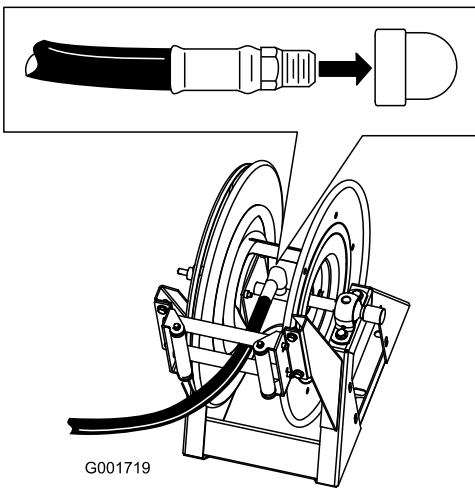

図 19
- 1. ホース (長) のフィッティングのネジ部にテフロンテープを巻き、フィッティングをリールの接続チューブに差し込む (図 19)。